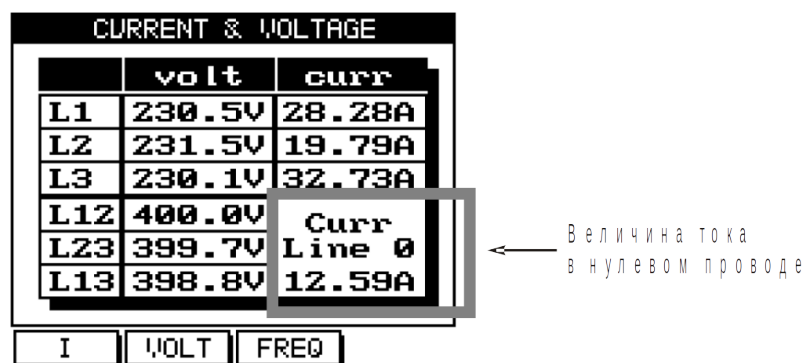

Рис. 5.3
- Нажмите **TABLE** («F3»). На дисплее появится таблица токов и напряжений (рис. 5.3):